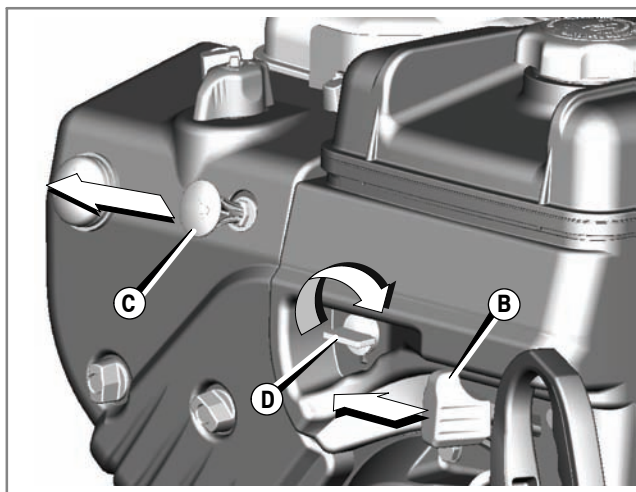

Figura 10
Portare la leva di comando dell'acceleratore (B), se presente, in posizione minimo e quindi in posizione di stop (Figura 10).
2. Togliere la chiave di sicurezza (C, Figura 10). Tenere la chiave di sicurezza fuori dalla portata dei bambini.
3. Quando il motore è spento, ruotare il rubinetto del carburante (D) in posizione di chiusura.